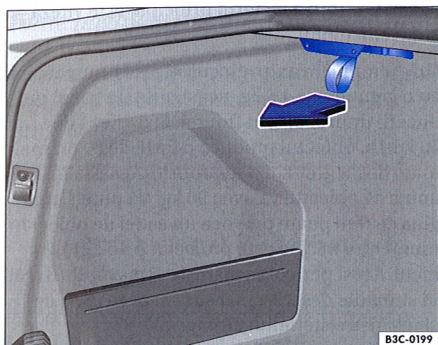

Fig. 100 În portbagaj: Cârligele pentru geți
– Trageți cârligul de curelușă ⇒ fig. 100 în jos.